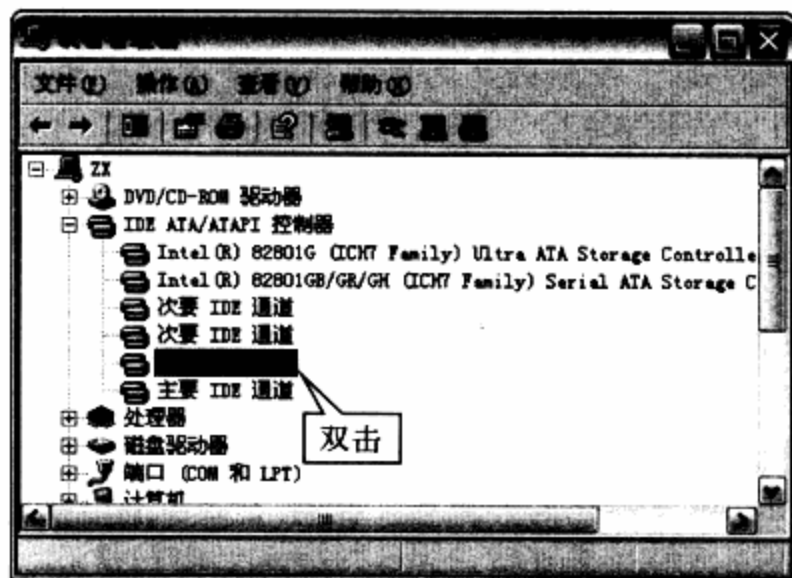

图2-7 主要IDE通道
**步骤 04** 双击“主要 IDE通道”选项，如图2-7所示。